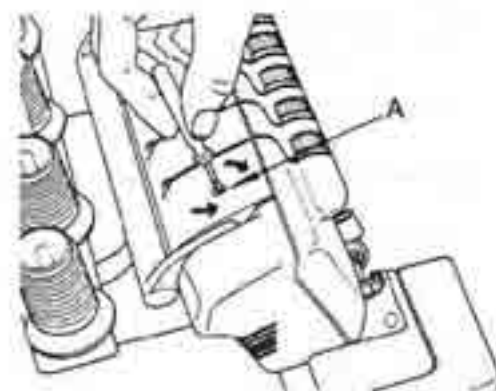
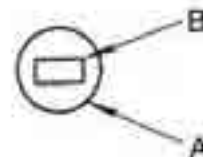

Bild 40
Bild 41
Stick in den lilla skruvmejseln i hålet på maskinens ovansida (bild 40). Där inne sitter tryckinställningsskruven (A). Försäkra dig om att skruvmejseln griper tag i skåran på skruven (B) (bild 41).